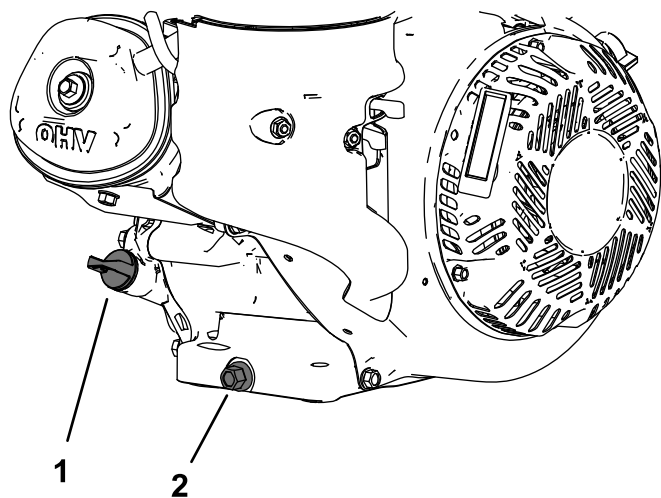

Figura 20
4. Retire el tapón de vaciado (Figura 20).